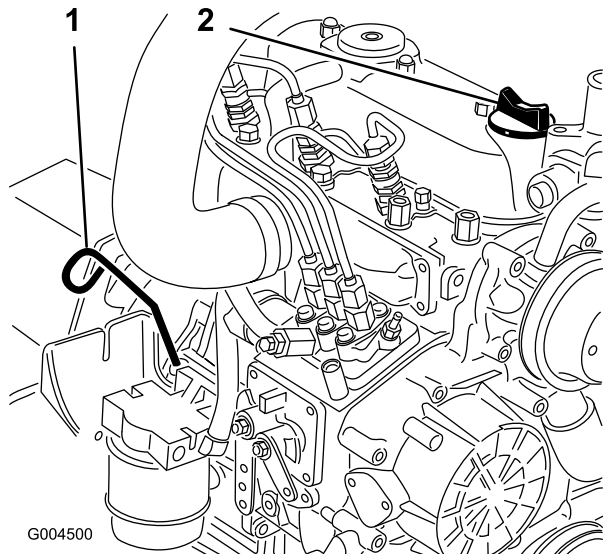

Figure 60
2. Retirez la jauge (Figure 60), essuyez-la sur un chiffon et remettez-la dans le goulot de remplissage. Sortez de nouveau la jauge et vérifiez le niveau d'huile.
3. Si le niveau n'atteint pas le repère du plein, enlevez le bouchon de remplissage (Figure 60) et faites l'appoint jusqu'à ce que le niveau correct soit atteint.